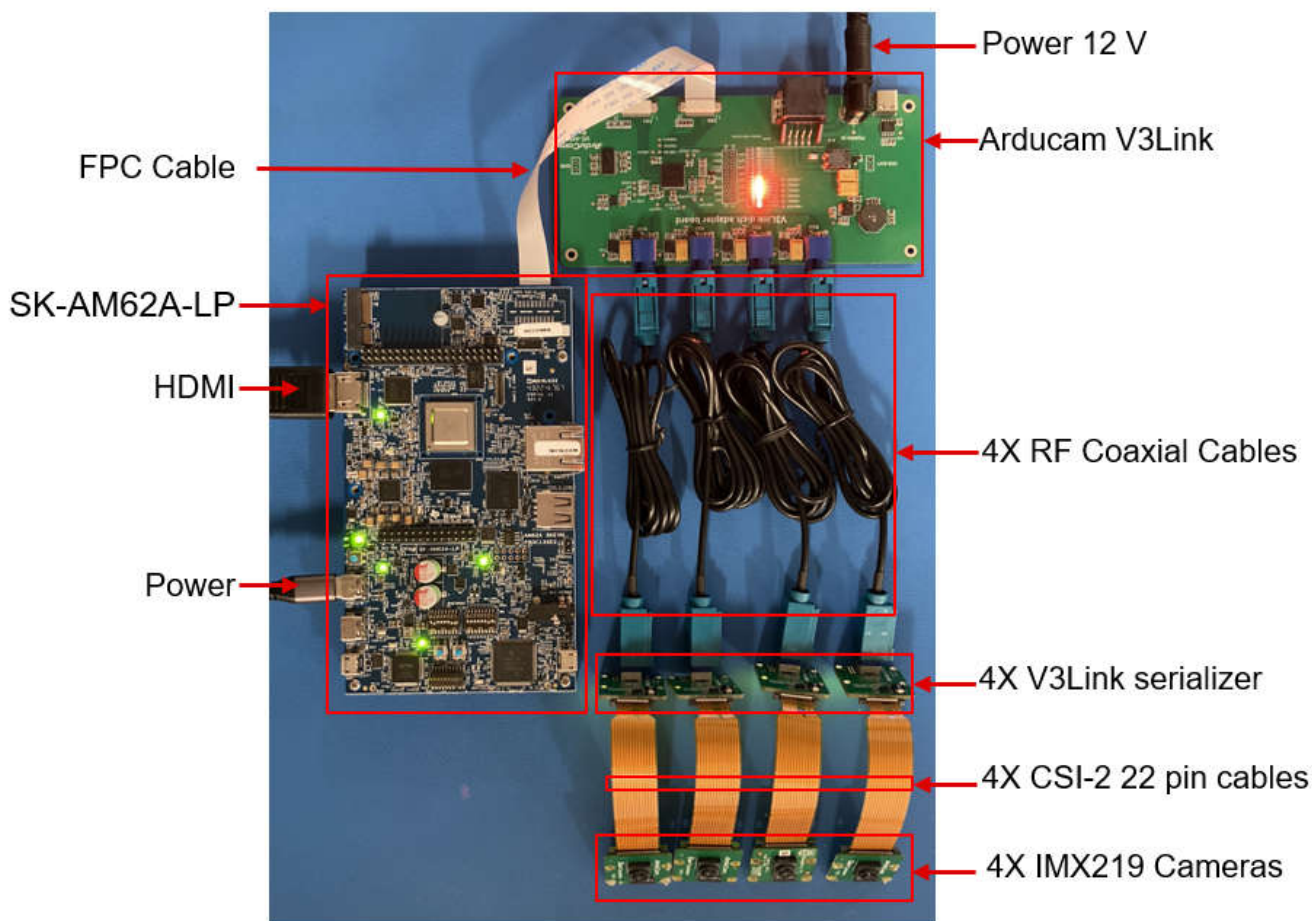

图 4-1. 参考设计中使用的 V3link 板和 4 摄像头设置
- **图 4-1** 中未显示的其他组件：micro-SD 卡、用于访问 SK-AM62A-LP 的 micro-USB 电缆以及用于流式传输的 Ethernet®